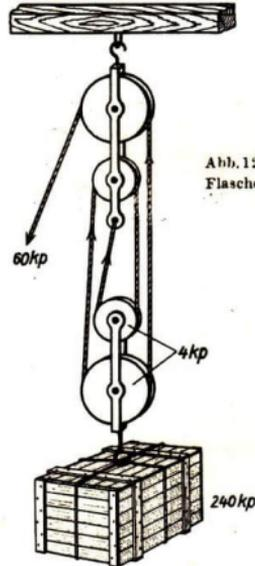

Abb. 124
**Der Flaschenzug** (Abb. 124). Beim Flaschenzug sind die feste und die bewegliche Rolle durch eine feste und eine bewegliche „Flasche“ von je zwei Rollen (es können auch drei sein) ersetzt. Vier Seilstücke tragen die Last, jedes von ihnen also  $\frac{1}{4}$  der Last. Durch Versuche am Flaschenzug finden wir das Gesetz: